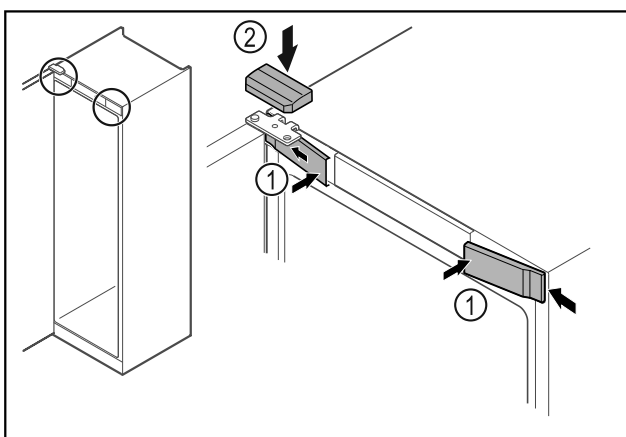

Fig. 47 \*
- ▶ Enganchar las cubiertas delanteras Fig. 47 (1) lateralmente y encajarlas.\*
- ▶ Encajar la cubierta superior Fig. 47 (2) desde arriba.\*